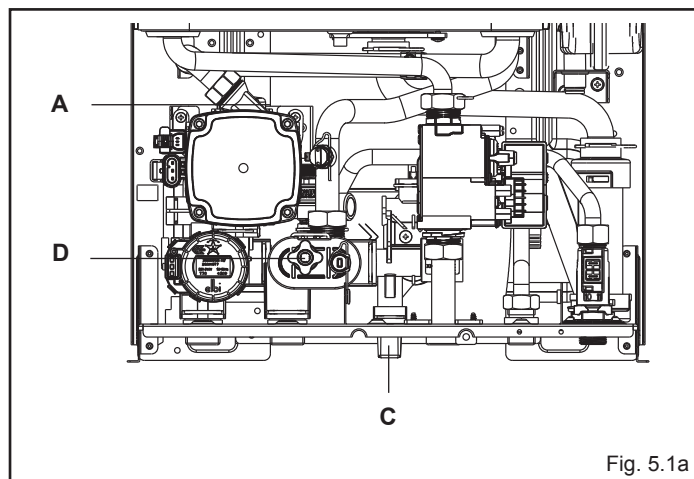

Fig. 5.1a
- aprire il rubinetto di riempimento (fig. 5.1a) fino a che il valore di pressione sia compreso tra 1 e 1,5 bar.